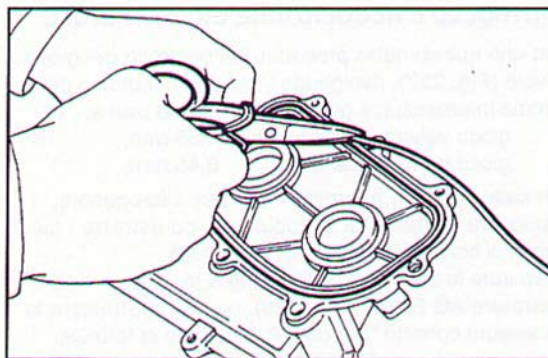

Fig. 230 ▲
- sistemare un filo in gomma per guarnizioni sui coperchi anteriori teste cilindri, fermandolo con del grasso nella parte inferiore (**Fig. 230**);
- fit rubber wire for gaskets on the cylinder head front covers, stopping it with grease at the bottom part (**Fig. 230**);